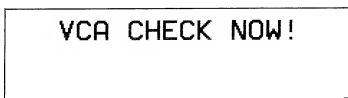

Fig. 12/図12
1. Press the [NUMBER/8] button. The LCD displays as shown in fig. 12.
1. [NUMBER/8] ボタンを押します。LCD ディスプレイに、図12のように表示されます。